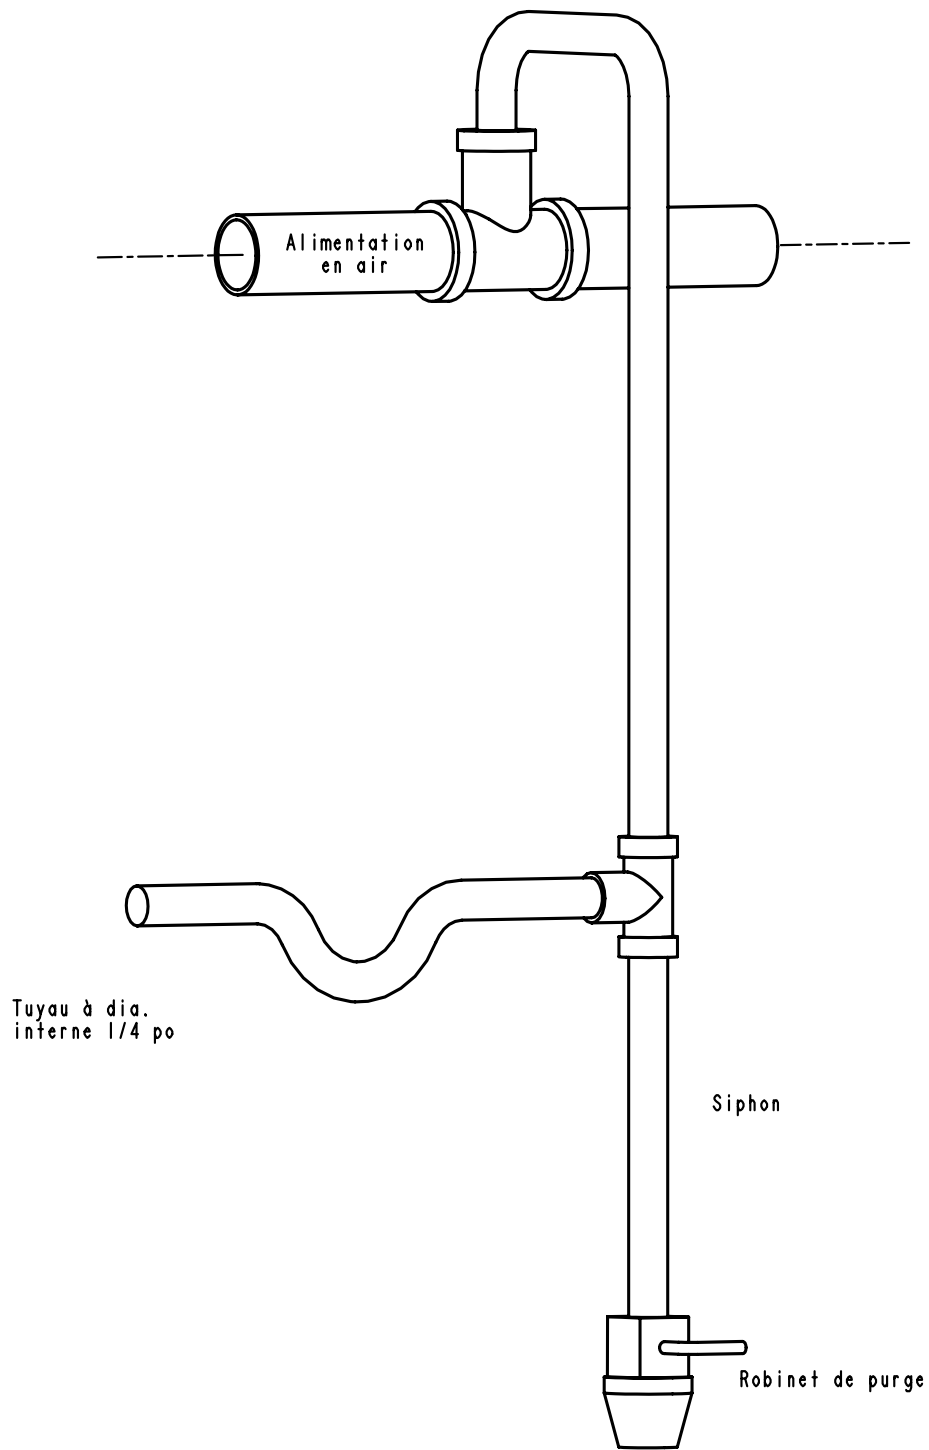

FIGURE 1.0
- **l'Installation de Piping** – la connexion de piping propre aidera atteint les conditions ci-dessus mentionnées. Voir la figure 1.0 sur la page prochaine.